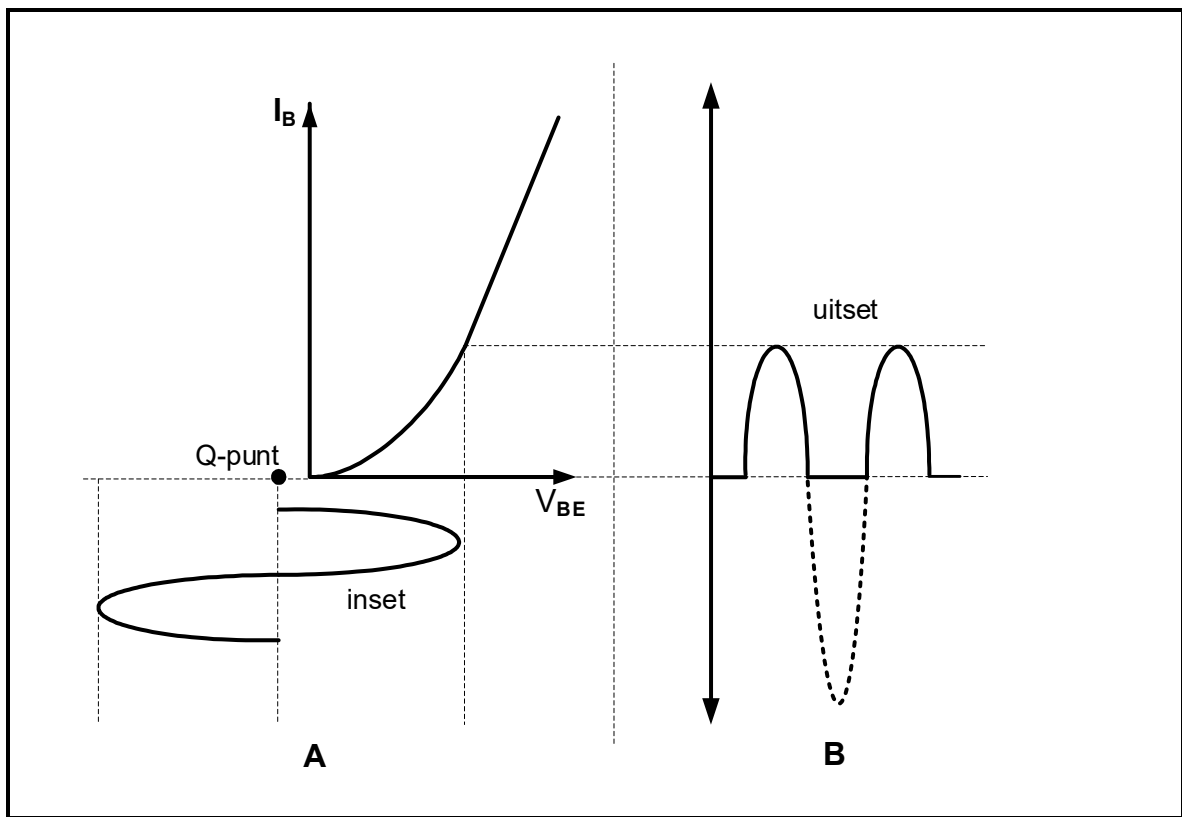

**FIGUUR 6.2: GS-LASLYN**
- 6.2 Verwys na FIGUUR 6.2 hieronder en beantwoord die vrae wat volg.
- 6.2.1 Benoem gebied **A** in FIGUUR 6.2 hierbo. (1)
- 6.2.2 Bepaal die waarde van die kollektorstroom by punt **B** in FIGUUR 6.2 hierbo. (1)